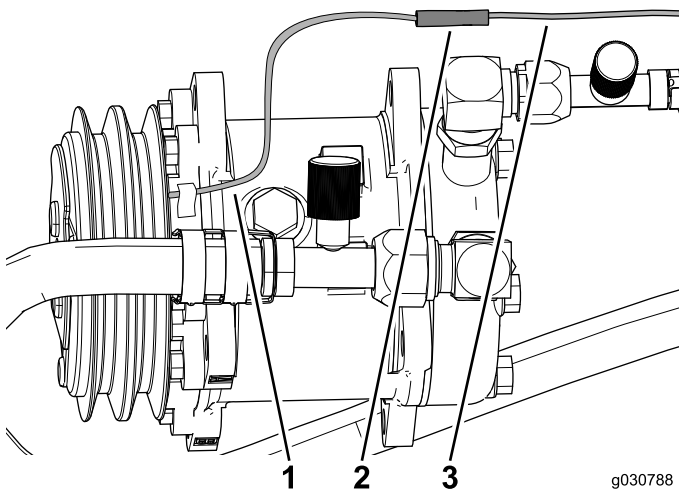

Bild 51
3. Schließen Sie das Kabel vom Klimaanlage-kompressor am Rundstecker am Kabelbaum an (**Bild 51**).